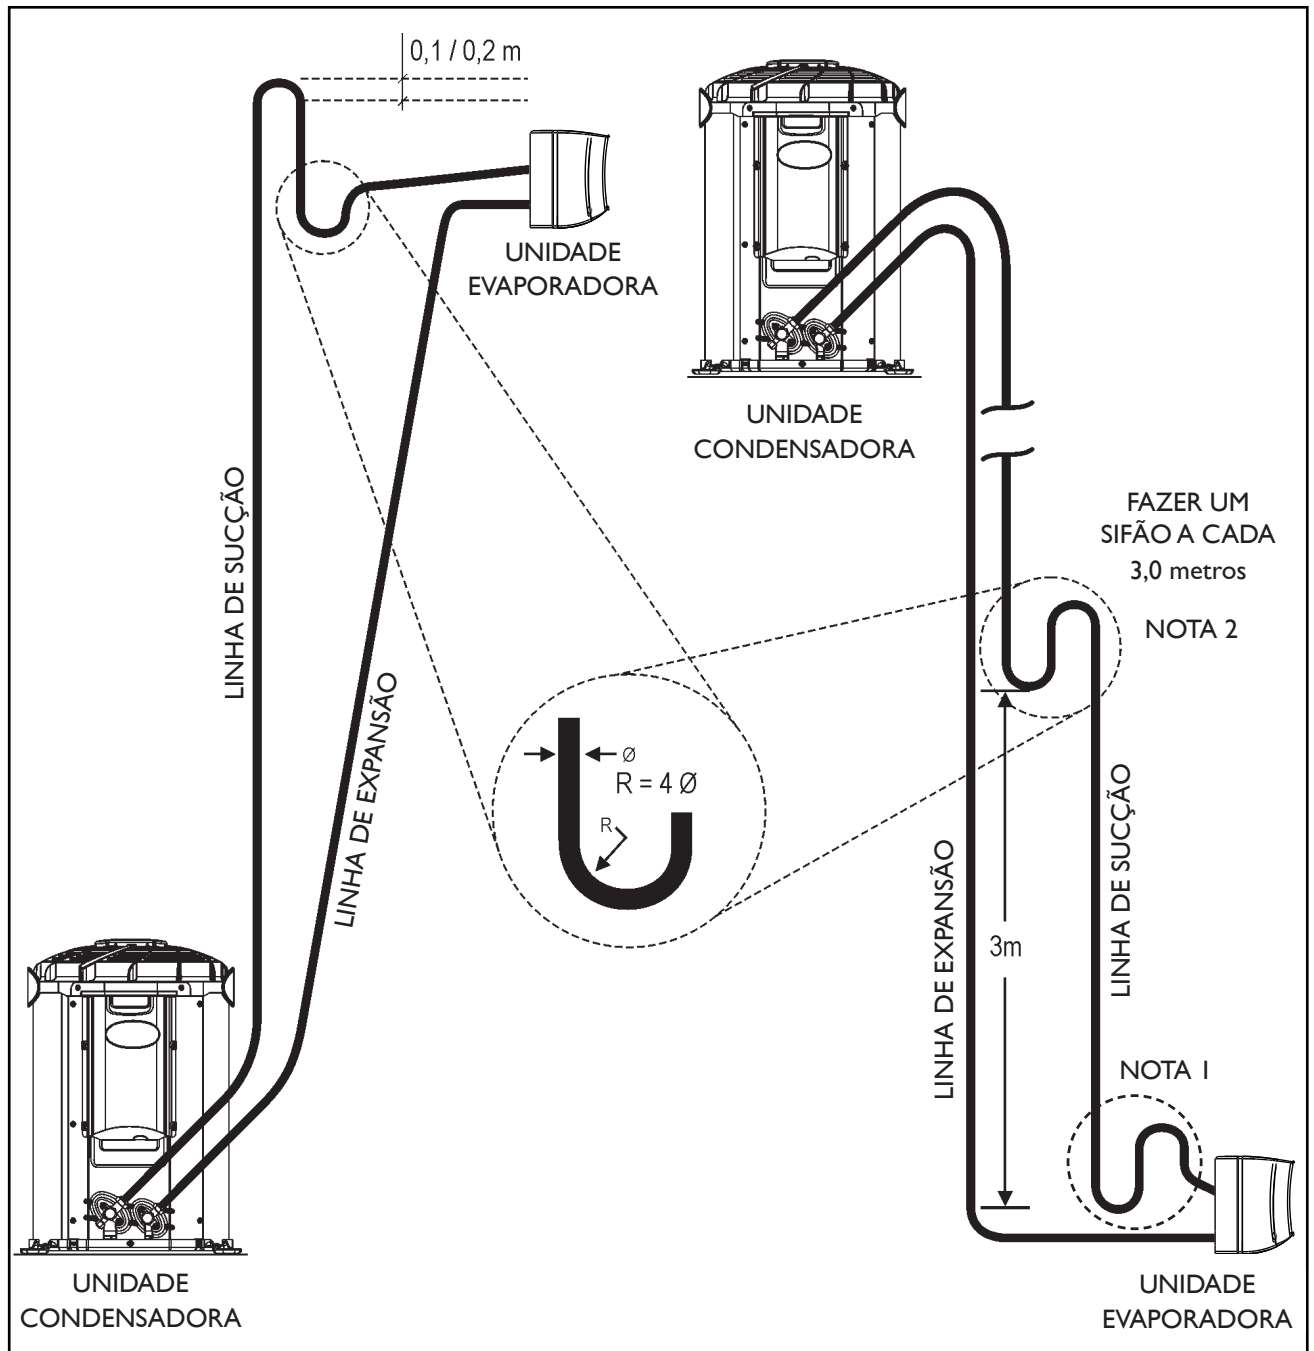

FIGURA 22 - SIFÃO NAS LINHAS DE SUÇÃO
- No caso de haver desnível entre 4 e 5 metros entre as unidades e estando a evaporadora em nível inferior, deve ser instalado na tubulação de sucção um sifão (ver figura 22).
- Nas instalações em que estiverem a unidade condensadora e a evaporadora no mesmo nível ou a evaporadora em um nível superior, deve ser instalado logo após a saída da evaporadora, na tubulação de sucção, um sifão, seguido de um “U” invertido, cujo nível superior deste deve estar ao mesmo plano do ponto mais alto do evaporador (ver figura 22).